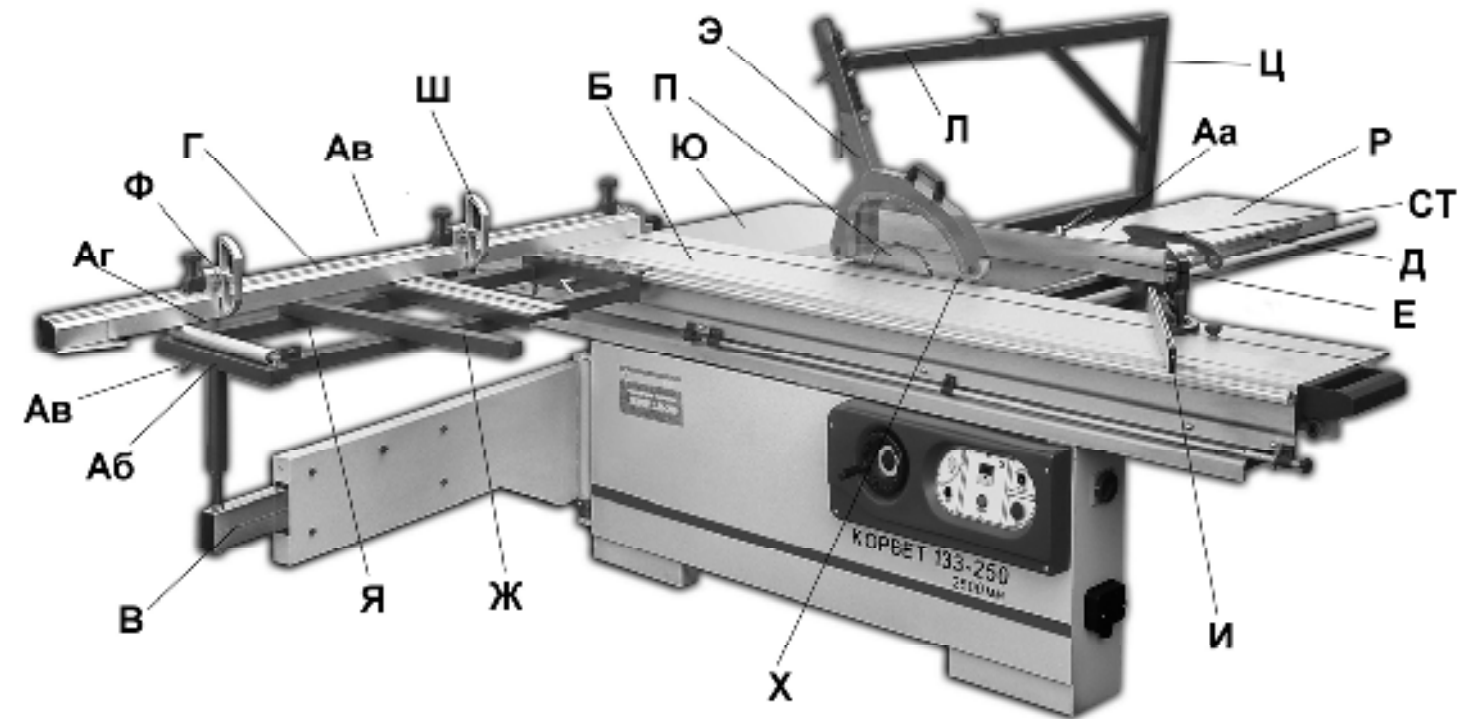

Рис. 2
3.2. Схема расположения комплектующих узлов и деталей (Рис.2)